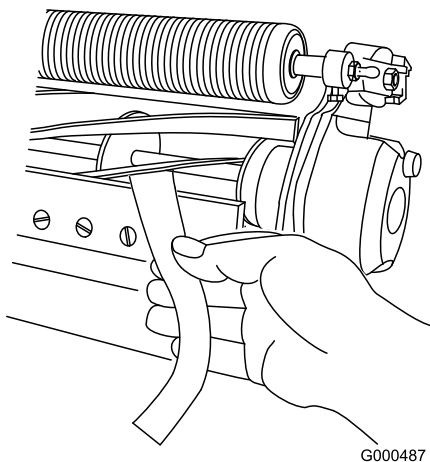

Figura 11
3. A una estremità del cilindro, inserite una lunga striscia di carta da giornale tra il cilindro e la controlama (Figura 11). Mentre ruotate leggermente in avanti il cilindro, ruotate la vite di regolazione della barra di appoggio in senso orario (sullo stesso lato del cilindro, uno scatto per volta) finché la carta non viene leggermente compressa, se inserita dalla parte anteriore, parallelamente alla controlama. Avvertirete una leggera resistenza mentre la carta viene tirata.
5. Una volta terminata la regolazione, verificate che il cilindro comprima la carta, quando viene inserita dalla parte anteriore, e che tagli la carta, quando viene inserita ad angolo retto rispetto alla controlama (Figura 11). Deve essere possibile tagliare la carta con un contatto minimo tra la controlama e le lame del cilindro. Qualora il cilindro opponga eccessiva resistenza, è necessario lappare o levigare di nuovo l'apparato di taglio per ottenere l'affilatura che consente di eseguire un taglio preciso (vedere il Manuale per l'affilatura dei cilindri Toro).